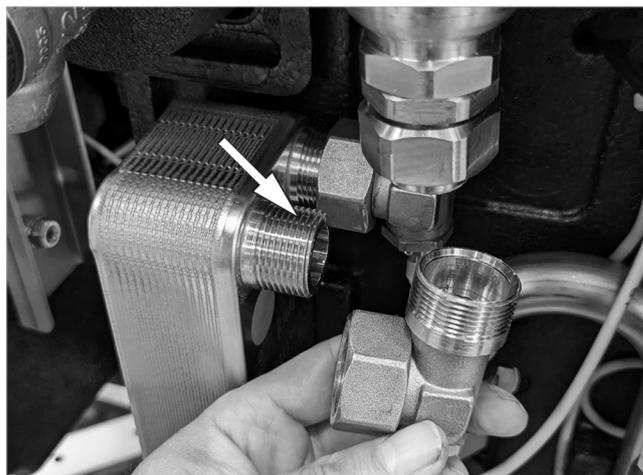

Abb. 5: Demontierter Winkel der SÜS
2. Der obere Winkel am Plattenwärmeübertrager primärseitig (siehe → Abb. 5) muss zur Montage des Vorlaufrohres demontiert werden. Dabei tritt Solarflüssigkeit aus, diese muss aufgefangen werden.